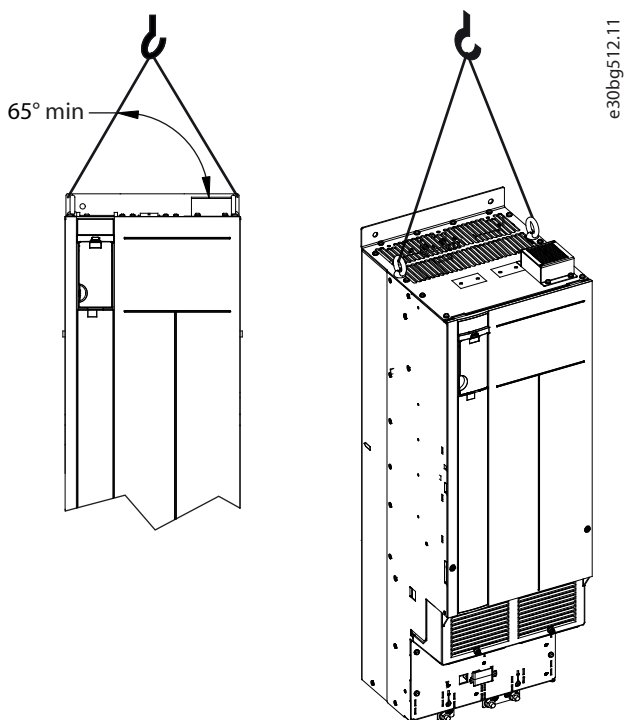

图 41: 提升变频器
- 变频器顶端与提升索之间的夹角会影响提升索的最大承重。该夹角必须大于或等于 65°。请参考 图 41。选择合适尺寸的提升索并可靠连接。
始终使用变频器顶部的专用吊环来起吊变频器。请参考 图 41。